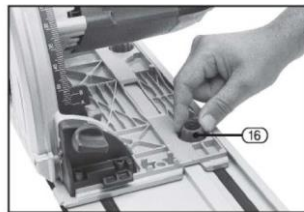

FIG.9
11.6 Regulacja szyny prowadzącej (FIG. 9)
- Dokręć pokrętło regulacyjne (16), aby zminimalizować prześwit między piłą a szyną.